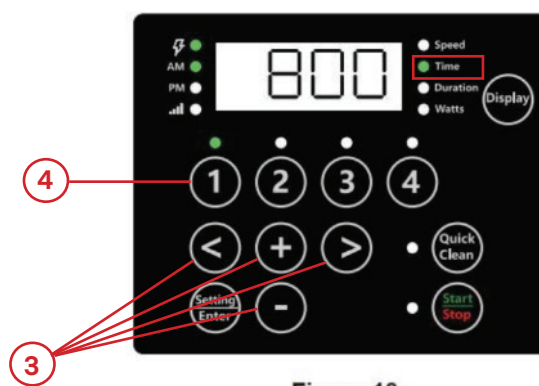

Figure 10
- 4) Appuyez sur "1". L'heure de démarrage de SPEED 1 s'affiche. Le voyant du paramètre "Time" commence à s'allumer. **Voir Figure 10**